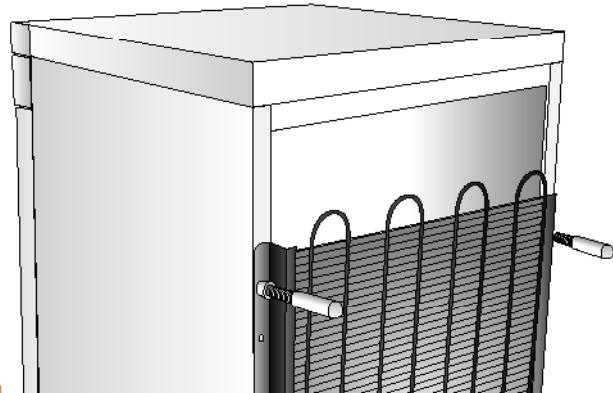

fig. 4
- F) Se l'apparecchio è dotato di distanziali (Fig. 4) applicateli sulla parte superiore del condensatore posto sulla parete posteriore.
F) If the refrigerator is supplied with wall spacers fit these to the back side of the appliance at the top of the condenser (fig. 4)
- F) Wenn sich in der Packung Wandabstandhalter (Abb. 4) befinden, sind diese am oberen Teil des Kondensators zu montieren.
- F) Si l'appareil est muni d'entretoises (Fig. 4) montez-les sur la partie supérieure du condenseur (radiateur) placé sur la paroi postérieure.
- F) Si el aparato está provisto de distanciadores (Fig. 4), colocarlos en la parte supe-
- F) Se o aparelho possuir espaçadores (Fig.4), aplique-os na parte de cima do condensador (radiador), o qual está colocado na parede traseira.